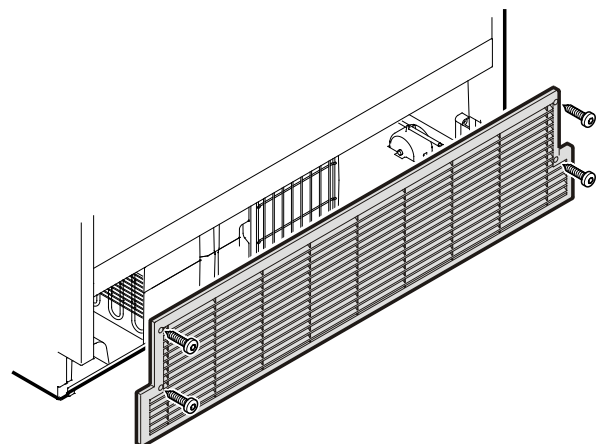

Figura 16
3. Monte la rejilla de aireación según se muestra en la Figura 16.